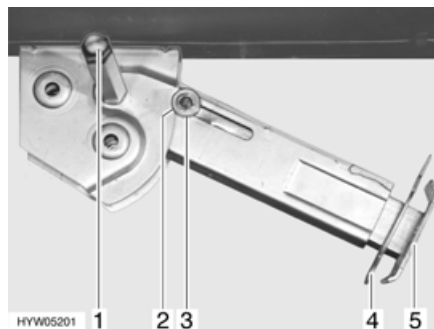

Bild 48 Stödben
- Placera hylsnyckeln på sexkanten (Bild 48,1) och vrid runt den tills stödbenet står rakt neråt.
- Drag ut sprinten (Bild 48,4) ur stödbensförlängningen (Bild 48,5).
- Placera hylsnyckeln på sexkanten (Bild 48,1) och vrid runt den tills stödbenet inte längre sitter mot marken.
- Skjut in stödbensförlängningen (Bild 48,5) helt och sätt in sprinten (Bild 48,4) i borrhålet på stödbensförlängningen.
- Vrid på sexkanten (Bild 48,1) med hylsnyckeln tills stödbenet har svängts upp och styrbrickan (Bild 48,3) befinner sig längst upp i skåran (Bild 48,2).